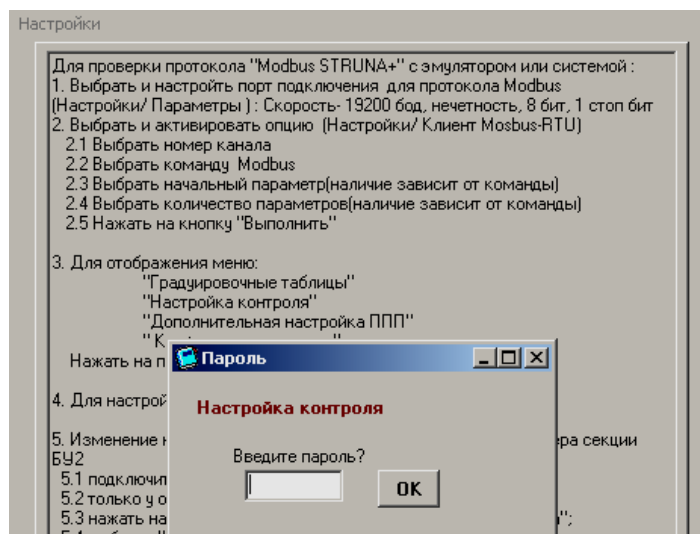

Рисунок 4.2
4.3 Ввести системный пароль (рисунок 4.2) для входа в форму настройки контроля. Первичный системный пароль – 11907 (смена пароля выполняется с БИ1).